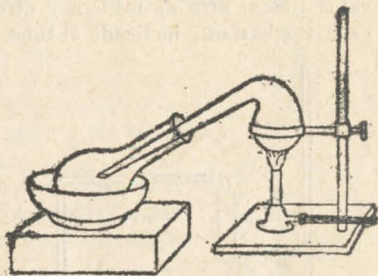

Fig. 23.—Destilación del vino.
1. Coloque 200 cm³ de vino en una retorta que arregla como se ve en la fig. 23. El cuello de la retorta se introduce en un matraz enfriado. Caliente la retorta hasta que más o menos la mitad del líquido pase a condensarse en el matraz. Demuestre que el líquido aquí recogido es alcohol: tome el olor, sabor, etc.
¿Cómo se llama el agua que recoge en C? Puede también emplear el aparato de la fig. 23 pág. 23.